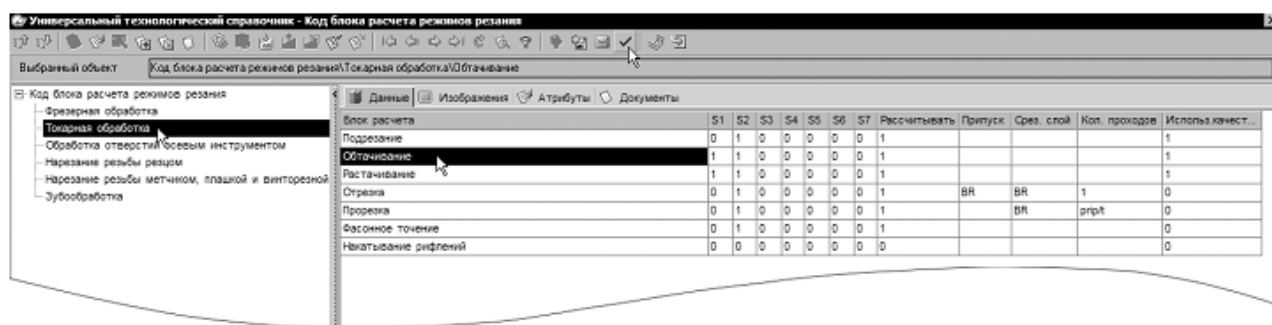

Рисунок 10.
1. Выберите из предложенного списка последовательно Токарная обработка – Обтачивание и нажмите кнопку Применить (рис. 10).